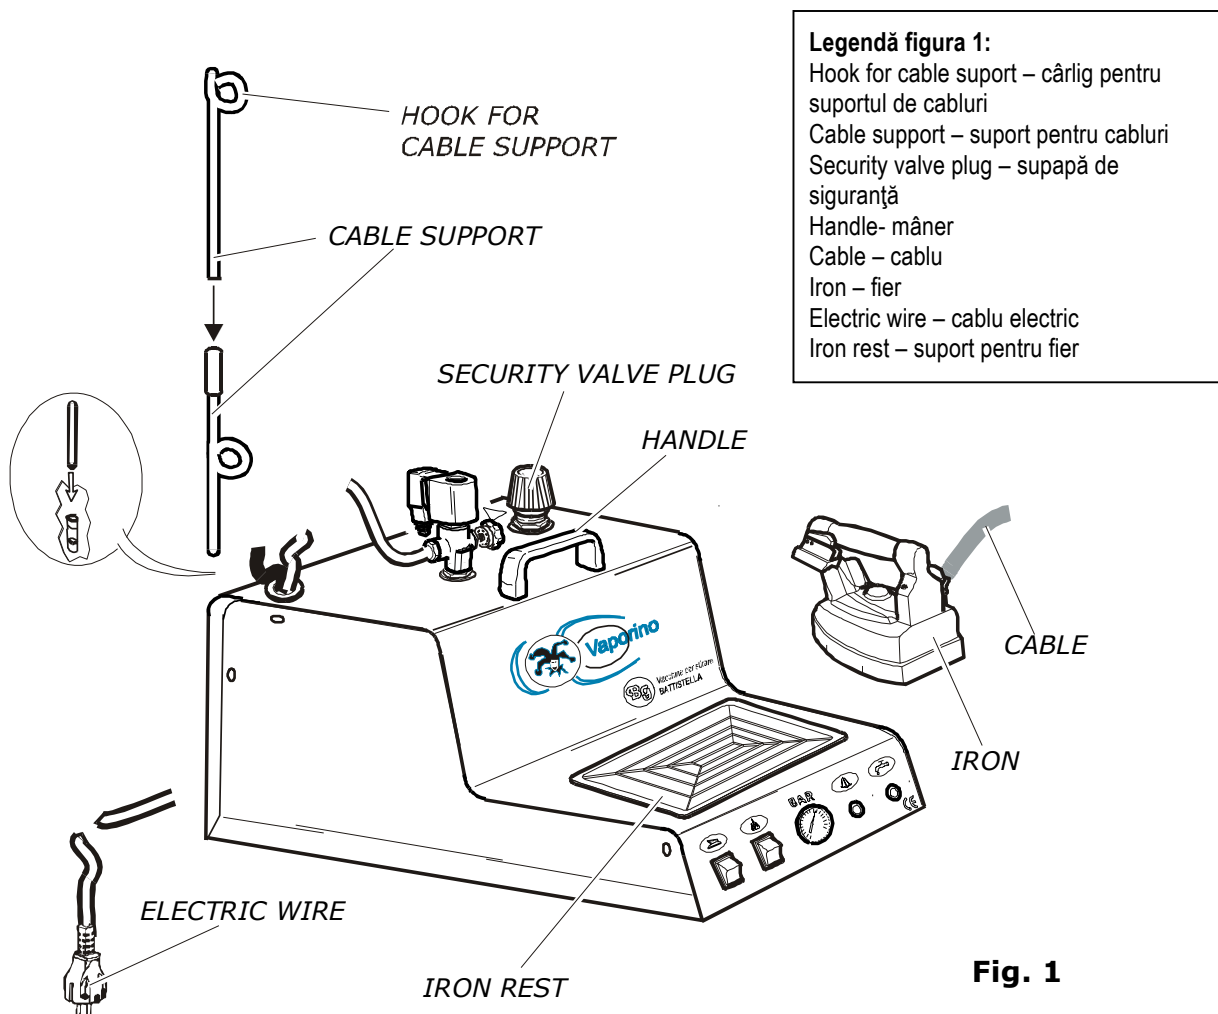

Fig. 1
2. Scoateți VAPORINO din cutie, montați cele două bucăți ale suportului pentru cablu și introduceți-l adânc în suportul special (fig. 1) plasat pe partea din spate a generatorului.
4. Puneți fierul pe suportul său din cauciuc (fig. 1).
1. Deșurubați supapa de siguranță (fig. 1), umpleți complet boilerul cu apă (fig. 2) sau cât vă este necesar (vă sfătuim să utilizați o pâlnie). Luați ștecherul de partea din plastic și înșurubați-l din nou: nu strângeți prea tare pentru a nu rupe garnitura. **N.B.** în timpul umplerii, nu lăsați apa să curgă în afara mașinii; în acest caz, uscați-o imediat pentru a evita riscul de electrocutare.
4. **Nu înlocuiți niciodată supapa de siguranță internă (fig. 1) cu altfel de comutatoare. N.B. supapa de siguranță internă este setată la 4,5 BAR și are funcția unei valve de siguranță.**
3. În timpul călcării, puneți întotdeauna fierul pe suportul de fier (fig. 1) și fiți atenți la poziția firelor: dacă se răsucesc sau intră în contact cu suprafața de călcat, este posibil să determine scurtcircuite.
Dacă nu mai este apă, se va aprinde lampa "lipsă apă" (fig. 2: D). VAPORINO trebuie oprit prin scoaterea din priză; rotiți supapa de siguranță internă (fig. 1) la 360° și așteptați ca aburul să iasă complet (manometrul trebuie să indice 0 BAR). Deșurubați cu atenție supapa de siguranță internă și așteptați câteva minute. Apoi umpleți boilerul cu apă până la depășire sau cum doriți (a se vedea punctul 4.1). Înșurubați supapa de siguranță internă, porniți mașina și așteptați ca lampa boilerului să se oprească (fig. 2 C). Acum fierul este pregătit de utilizare. **ATENȚIE:** VAPORINO trebuie să fie întotdeauna în poziție orizontală.
3. Înlocuiți supapa de siguranță internă la fiecare 2500 de ore de iluminare sau la maxim 3 ani (fig. 1). Pentru efectuarea acestei acțiuni, mașina trebuie să fie oprită și rece.